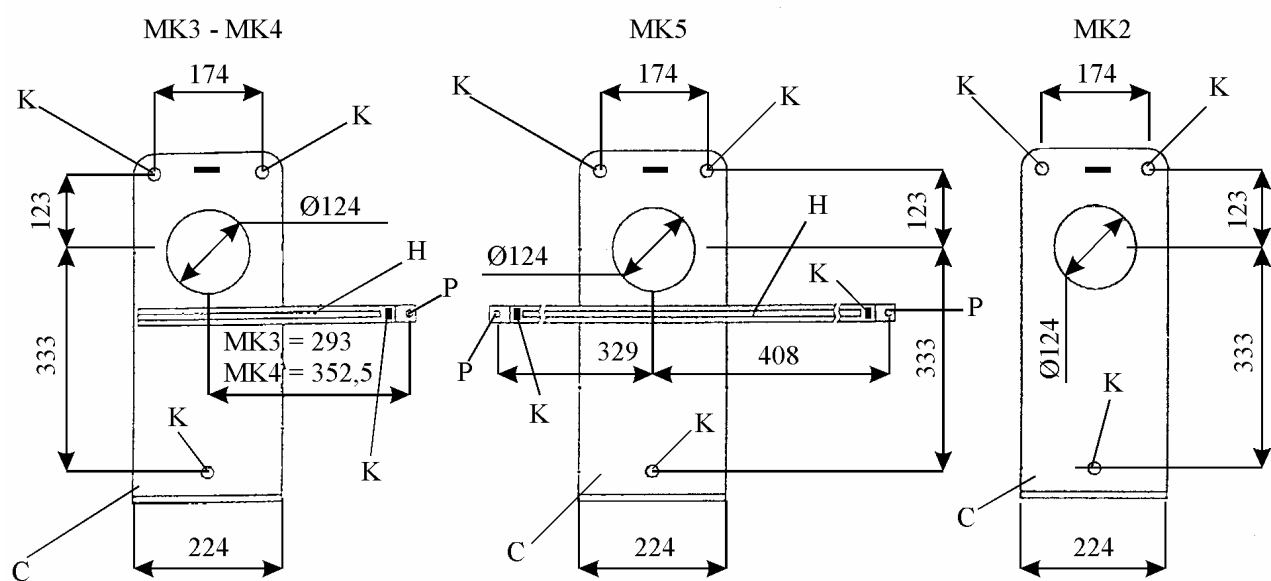

Fig. 4
1. Voor de bevestiging van het toestel tegen de muur en voor het maken van de opening voor de muurkoker wordt gebruik gemaakt van de steunplaat C (fig.2 – fig.4).Voor de radiatoren MK3, MK4, MK5 dient de bevestigingslat H (fig.4) aan de steunplaat C gemonteerd te worden.
3. Boor met een boor van Ø 12 drie gaten K voor de MK2, 4 gaten K voor de MK3 en MK4 en 5 gaten K voor de MK5 voor het plaatsen van de pluggen (fig.4)
1. Pour la fixation du radiateur contre le mur et pour prévoir l'ouverture pour la ventouse, il est conseillé d'utiliser la tôle de soutien C (fig. 2 – fig. 4) du radiateur comme gabarit. Pour les radiateurs MK3, MK4, MK5 une latte d'accrochage H (fig. 4) doit être fixée à la tôle de soutien C .
- Plaats de haak E in de gleuf (in het bovenste gedeelte van de bevestigingsplaat (fig.3 – fig.4)
- Breng de dichtingsring B aan op de achterzijde (A) van de radiator ter hoogte van de muurkoker aansluiting.
- Plaats de verbrandingskamer op de onderste steun L van de bevestigingsplaat C (fig. 3). Kantel het toestel naar de muur toe, zodat de luchttoevoerpijp aansluit over het kraagje van de luchttoevoeropening voorzien in de rug van het toestel. Bevestig het toestel door middel van de vijs R (M6 x 70 mm). De radiatoren MK3, MK4 – MK5 dienen ook aan de bevestigingslat H geschroefd te worden (fig.4 – P).
- Placer le crochet (E) dans la rainure prévue dans la partie supérieure de la tôle de soutien (fig.3 – fig.4)
- Appliquer le joint d'étanchéité B sur le dos (A) du radiateur à la hauteur du raccordement de la ventouse.
- Mettre l'appareil sur la tôle de soutien L (fig. 3). Basculer le radiateur vers le mur jusqu'à ce que la collerette prévue dans le dos du radiateur s'engage dans le tuyau d'aspiration d'air. Accrocher le radiateur au crochet par l'intermédiaire de la vis R (M6 x 70 mm). Fixer en plus les radiateurs MK3 – MK4 – MK5 à la latte H (fig.4 – P)